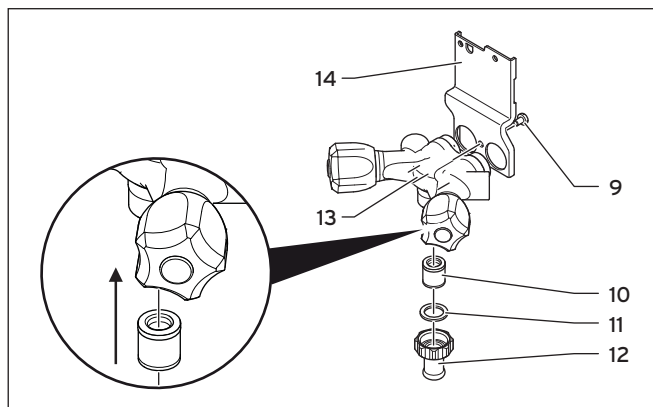

Abb. 3.3.2 Montage Mischbatterie
- Befestigen Sie die Mischbatterie (13) mit der M4-Schraube (9) am Halter (14).
- Montieren Sie den Rückflussverhinderer (10) in den Auslauf der Mischbatterie (13). Achten Sie auf die korrekte Einbaulage (die Pfeilmarkierung auf dem Teil muß mit der Pfeilrichtung in Abb. 3.3.2 übereinstimmen).
- Montieren Sie bei Bedarf den Stutzen (12) unter Verwendung der Dichtung (11).